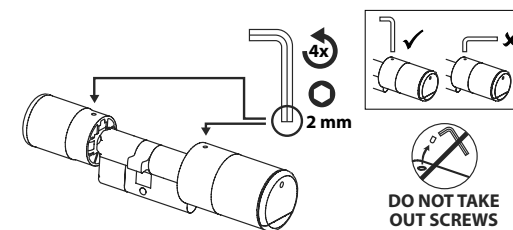

Fig. 2
② El pomo exterior y el interior se aprietan y aflojan mediante un tornillo prisionero que se encuentra en el pomo giratorio. Afloje los tornillos prisioneros de los dos pomos con las correspondientes llaves Allen que se adjuntan (Fig. 2).